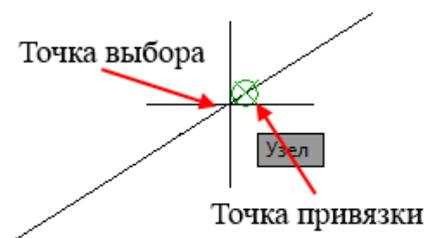

Рис. 56. Привязка Узел
**Узел**  Привязка к объекту-точке, определяющей точке размера или начальной точке размерного текста (рисунок 56).